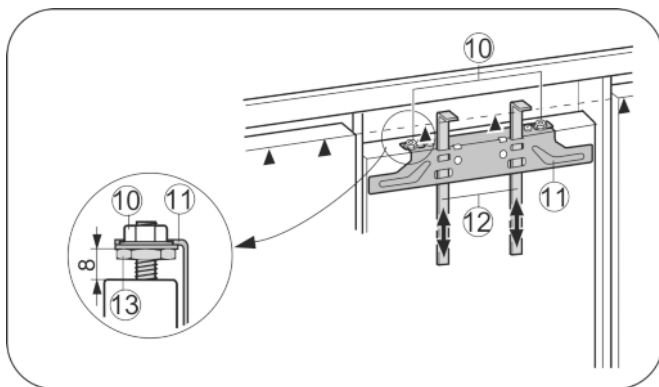

Fig. 17
- ▶ Montážní pomůcky Fig. 17 (12) vysuňte nahoru do výšky nábytkových dvířek. Spodní dorazová hrana ▲ montážní pomůcky = horní hrana montovaných nábytkových dvířek.
- ▶ Upevňovací příčník Fig. 17 (11) vyšroubujte přes pojistné matice Fig. 17 (10).